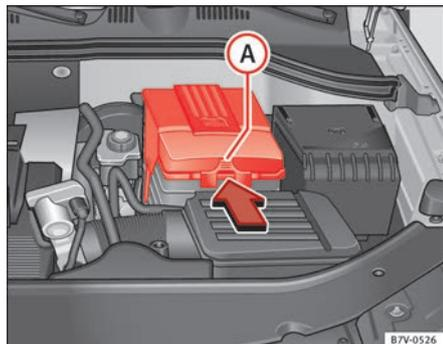

Abb. 173 Im Motorraum:
- *Bei einer Abdeckung:* Auf die Lasche ⇒ **Abb. 173 (A)** in Pfeilrichtung drücken und Abdeckung nach oben abnehmen.